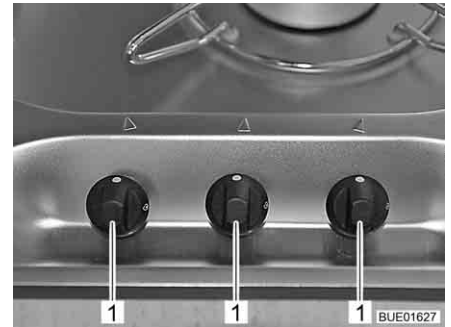

Bild 207 Bedienelemente für Gaskocher
- Drehregler (Bild 207,1) der gewünschten Brennstelle auf Zündposition (große Flamme) drehen.